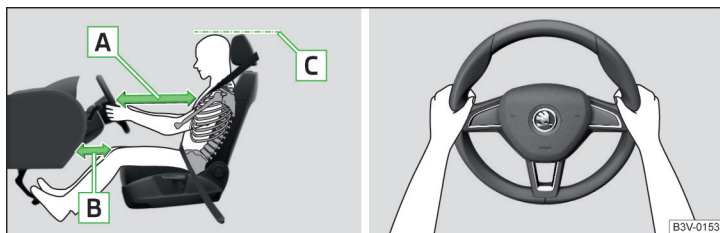

Fig. 2 Position assise correcte du conducteur/position correcte du volant
- ✓ Pour les véhicules avec airbag de genoux côté conducteur, réglez le siège du conducteur en sens longitudinal de façon à ce que la distance **B** entre les jambes et le tableau de bord à hauteur de l'airbag de protection des genoux soit de 10 cm au moins » fig. 2.
- ✓ Ajustez le volant de façon que la distance entre le volant et le buste soit de 25 cm au moins **A** » fig. 2.
- ✓ Réglez l'appuie-tête de façon à ce que le bord supérieur de l'appuie-tête se trouve au moins à la hauteur de la partie supérieure de votre tête **C** » fig. 2 (ne concerne pas les sièges avec des appuie-têtes intégrés).
- Pendant la conduite, maintenez le volant latéralement des deux mains sur le bord extérieur dans les positions « 9 » et « 3 » heures » fig. 2. Ne tenez jamais le volant en position « midi » ou de toute autre manière (par exemple au milieu du volant ou par la partie interne). En cas de déclenchement de l'airbag du conducteur, cela risque de provoquer de graves blessures aux bras, aux mains et à la tête.
- ✓ Réglez l'appuie-tête de façon à ce que le bord supérieur de l'appuie-tête se trouve au moins à la hauteur de la partie supérieure de votre tête **C** » fig. 2 à la page 9 (ne concerne pas les sièges avec des appuie-têtes intégrés).
- ✓ Réglez l'appui-tête de façon à ce que le bord supérieur de l'appui-tête se trouve au moins à la hauteur de la partie supérieure de la tête **C** » fig. 2 à la page 9.